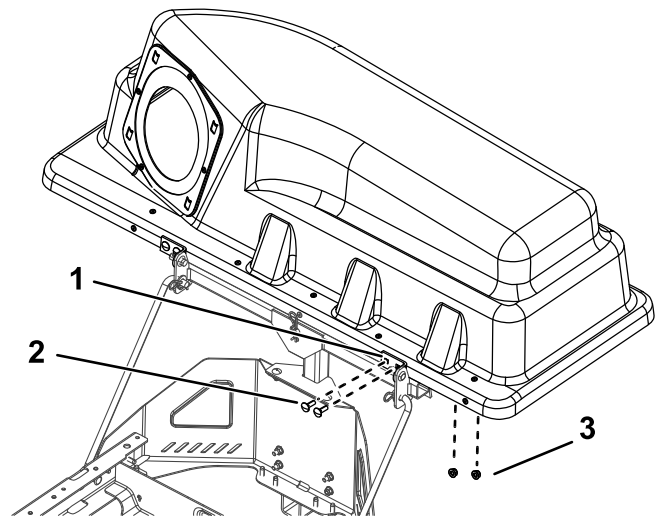

Figure 23
5. **Pour le modèle 79392 uniquement :** placez les supports de pivot sur le cadre pivotant (Figure 23).